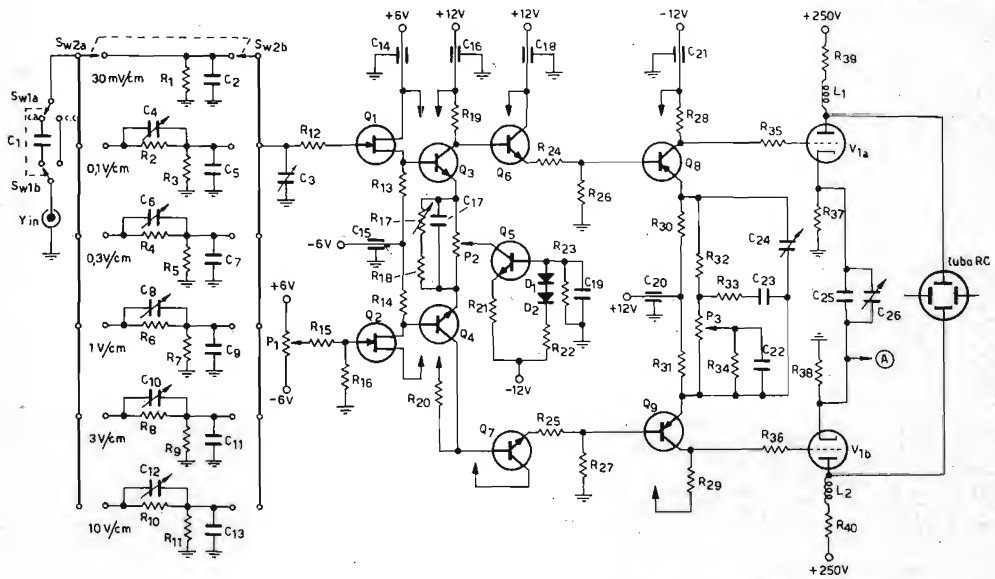

figura 2
(A) è l'attenuatore di ingresso; (1a) è il FET di ingresso che lavora come source follower (Q1); (1b) è un circuito identico impiegato per simmetrizzare lo stadio ed è, nello schema di figura 2, il transistor Q2. Entrambi servono a riportare su bassa impedenza la VY (segnale di ingresso) e la VR (segnale di riferimento che è fornito dal comando « posizione Y »).